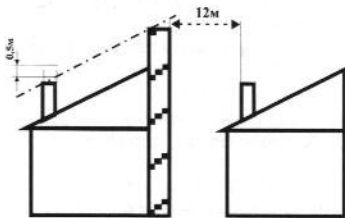

Рис. 17
- 7.2. Высота оголовка канала должна быть выше зоны ветрового подпора. Наличие зоны ветрового подпора определяется индивидуально для каждого объекта, и в соответствии с рекомендациями, показанными на рис. 17 и 18. Высота от оголовка дымохода до крыши, всегда выше 1 м.